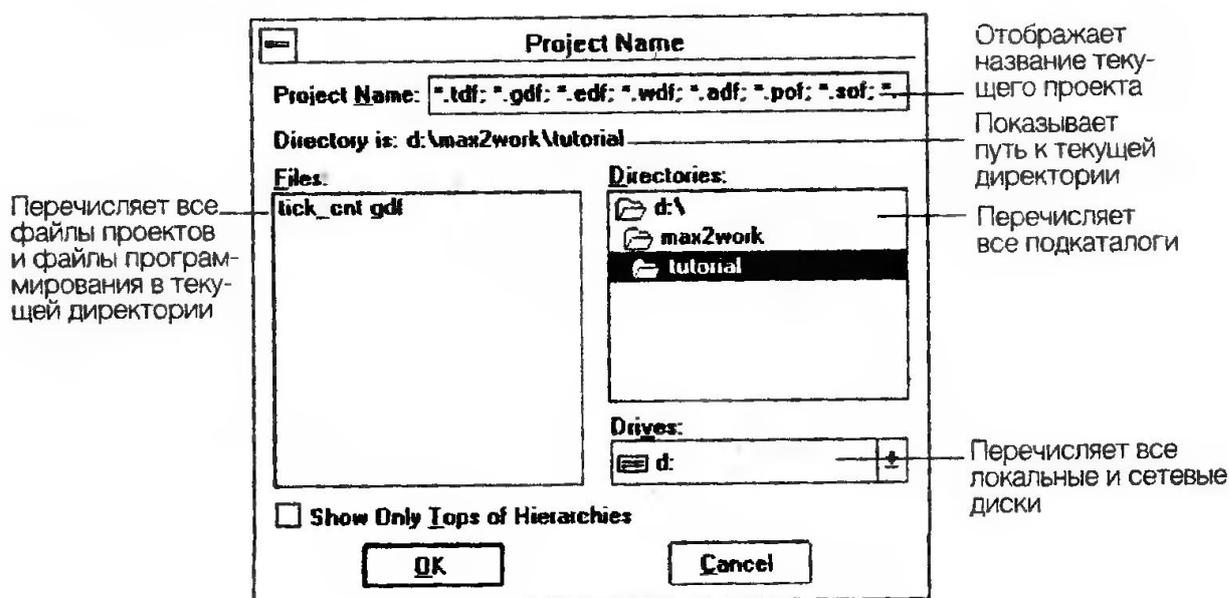

Рис. 2.8
1. Выберите **Project Name** (название проекта) из меню **File**. На экране отобразится диалоговое окно **Project Name** (рис. 2.8).